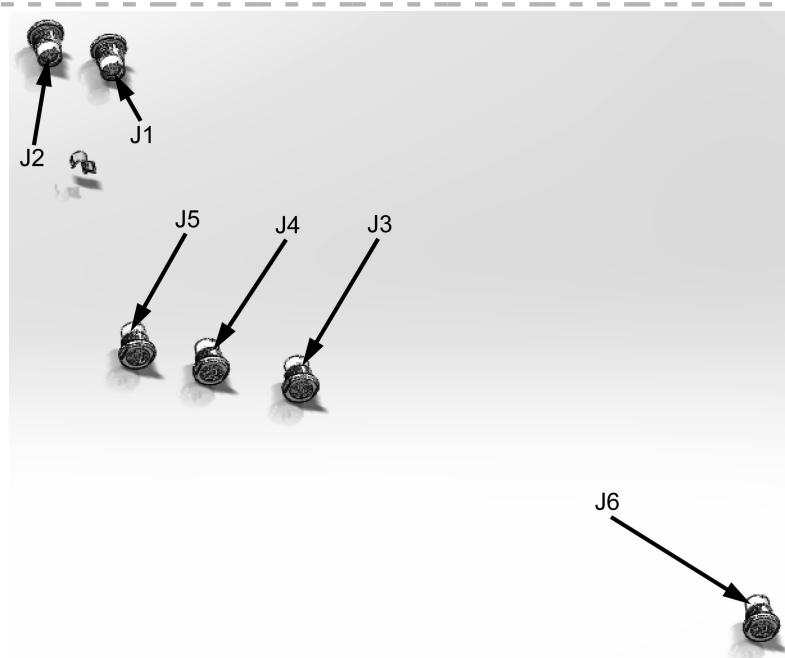

图 1-20 关联零件
**步骤 6 关联零件 如图 1-20 所示关联设备到零件。**